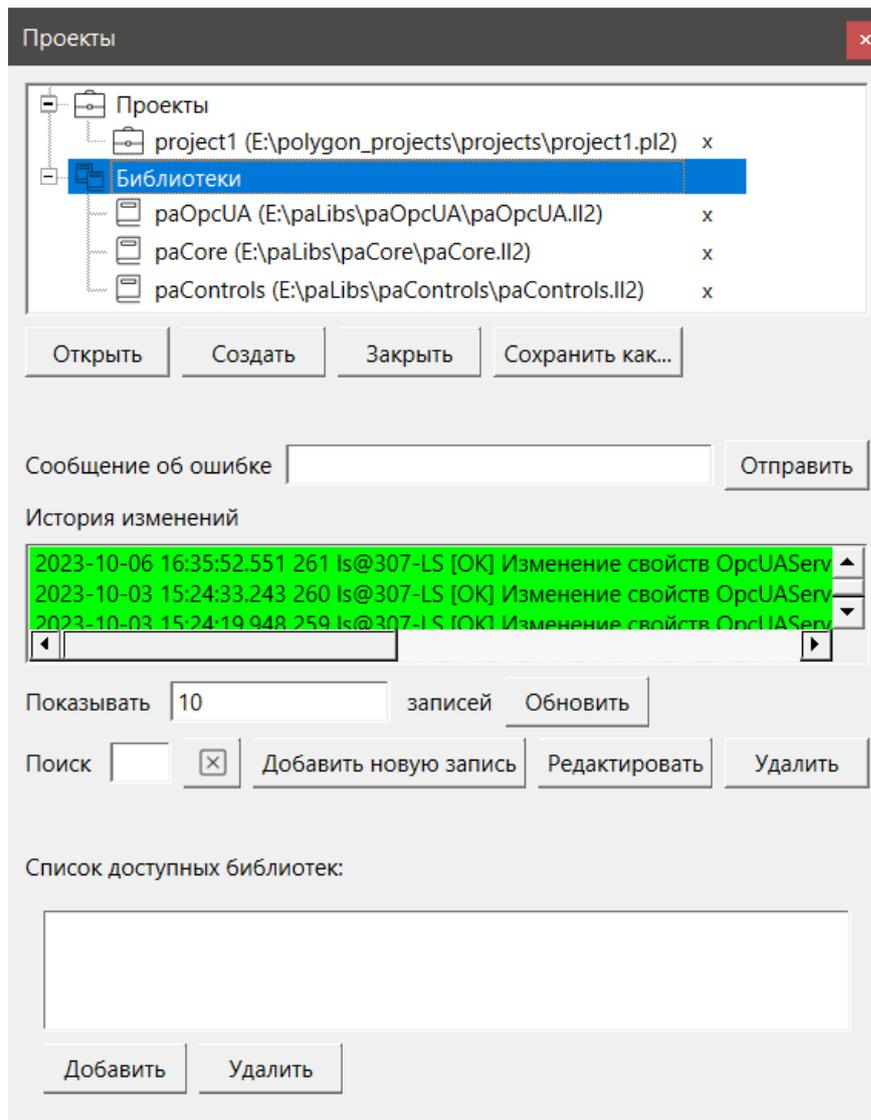

Рисунок 8 – Добавленные библиотеки в окне Проекты
1. Открыть меню **Окна/Проекты** (см. рисунок 8).